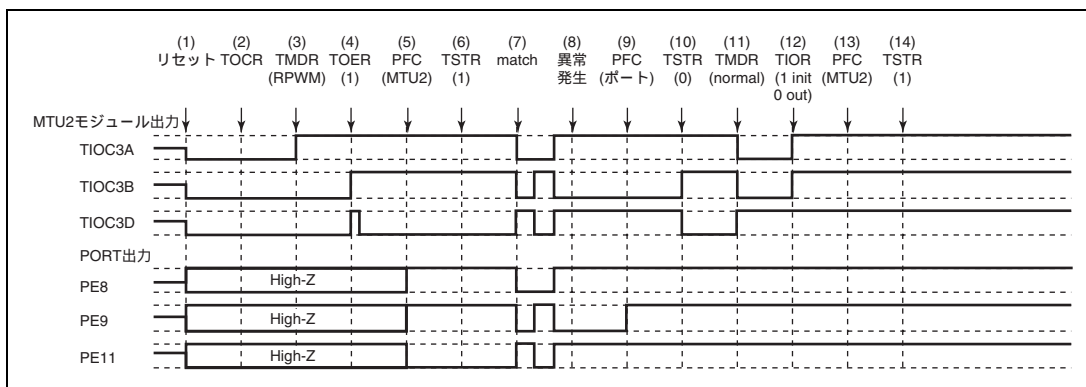

図 11.140 リセット同期 PWM モードで異常が発生し、ノーマルモードで復帰する場合
- (1) ~ (10) は図 11.140 と共通です。
- (11) PWM モード 1 を設定してください (本モジュール出力は正相側がローレベル、逆相側がハイレベルとなります)。
- (12) TIOR で端子を初期化してください (PWM モード 1 では TIOC*B 側は初期化されません)。
- (13) 汎用入出力ポートで本モジュール出力としてください。
- (14) TSTR で再スタートします。
(28) リセット同期 PWM モードで動作中に異常が発生し、相補 PWM モードで再スタートする場合の動作
- (11) TOER でチャンネル 3、4 の出力を禁止してください。
- (12) TOCR で相補 PWM の出力レベルと周期出力の許可禁止を選択してください。
- (13) 相補 PWM を設定します (本モジュールの周期出力端子はローレベルになります)。
- (14) TOER でチャンネル 3、4 の出力を許可してください。
- (15) 汎用入出力ポートで本モジュール出力としてください。
- (16) TSTR で再スタートします。
(29) リセット同期 PWM モードで動作中に異常が発生し、リセット同期 PWM モードで再スタートする場合の動作
- (11) 汎用入出力ポートで本モジュール出力としてください。
- (12) TSTR で再スタートします。
- (13) コンペアマッチの発生によりリセット同期 PWM 波形を出力します。